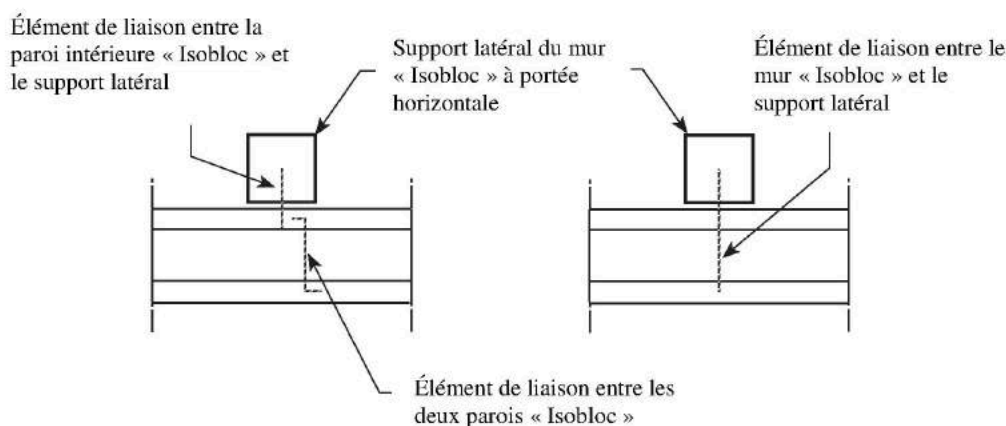

Figure 5. Systèmes de liaisonnement « Isobloc » aux supports latéraux
- Les murs « Isobloc » doivent être supportés latéralement aux angles droits de mur par un support vertical seulement comme des murs d'intersection en maçonnerie, y compris les murs « Isobloc », les contreforts ou les poteaux. L'écartement maximal entre les supports verticaux doit être de 4,0 m pour résister à des pressions de vent inférieures à 0,94 kPa suivant une probabilité annuelle de dépassement de 1:30. Voir le support de liaisonnement latéral à la figure 5.